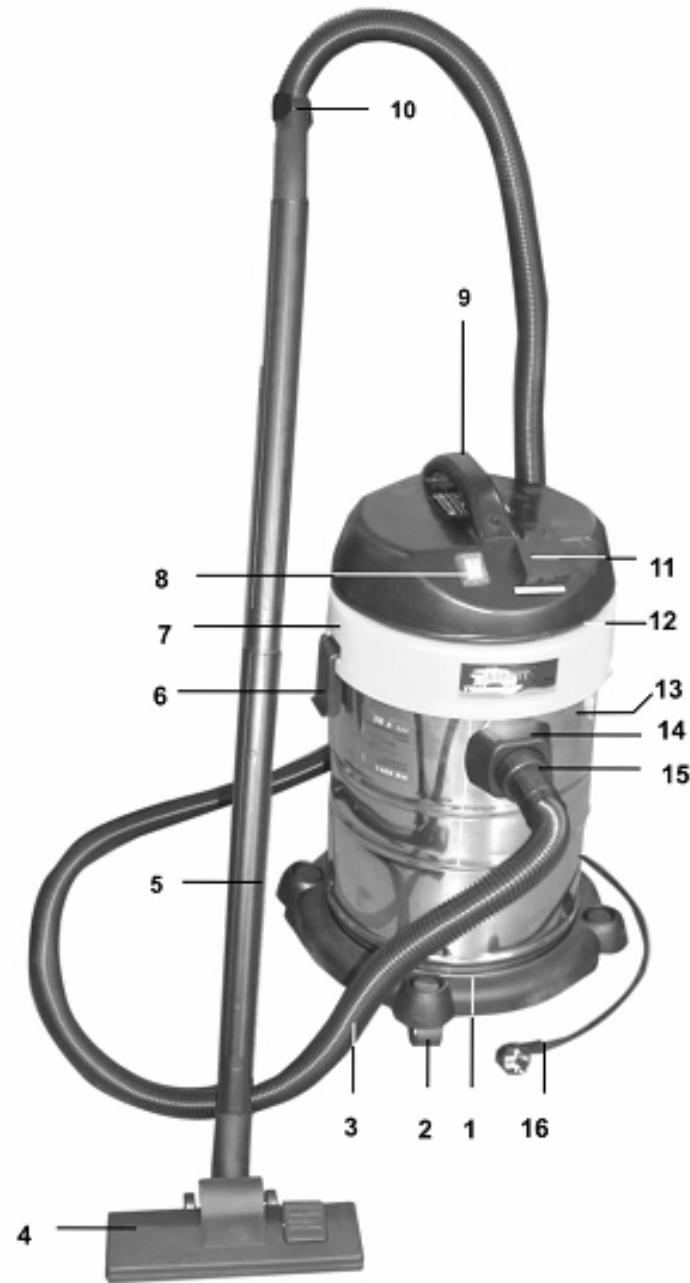

Рис. 2
Пылесос состоит из следующих сборочных единиц и деталей (Рис.2):
8.1. Установка роликов (Рис.2)
12.3. Регулярно очищайте ролики 2 (Рис.2) от пыли и грязи, а также от намотанной ворсы, ткани и т.п.
После установки соответствующего фильтра за ручку 9 правильно установите секцию 7 на бак 13 и заблокируйте два замка 6 (Рис.2).
8.3. Установка гофрированного шланга (Рис.2)
9.1. Действие трехпозиционного переключателя (Рис.2)